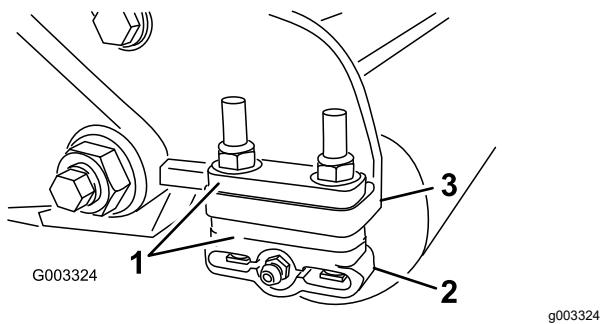

Figura 12
- Regolate le staffe del rullo posteriore (Figura 12) in base all'altezza di taglio desiderata posizionando il numero di distanziali necessari sotto la flangia di montaggio della piastra laterale (Figura 12) conformemente alla tabella delle altezze di taglio.